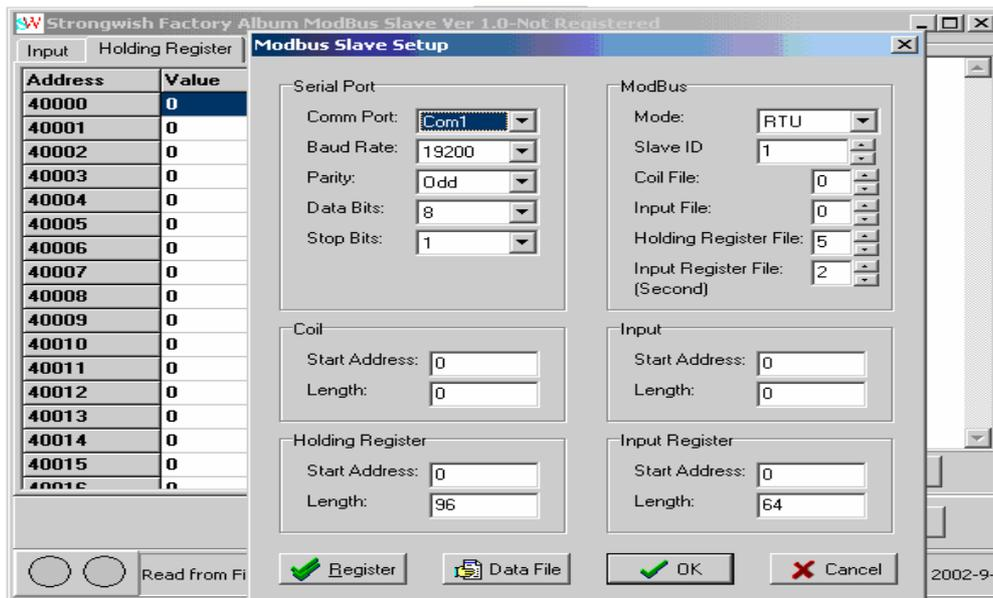

图 6-5 Setup 设置界面
2. 选择数据类型为“Holding Register”，点击“setup”，如图 6-5 所示：